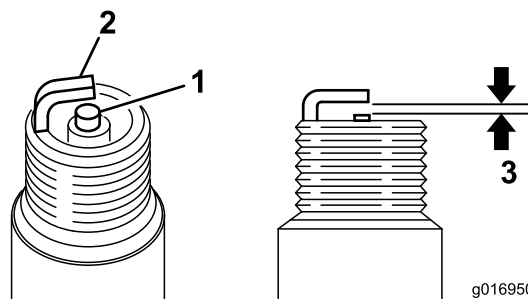

図 39
3. 図 39のように、エアギャップを 0.6-0.7 mm に調整する。点火プラグをエンジンに取り付け、 $23\text{N}\cdot\text{m}$ $2.35\text{kg}\cdot\text{m}$ = 17ft-lbにトルク締めする。